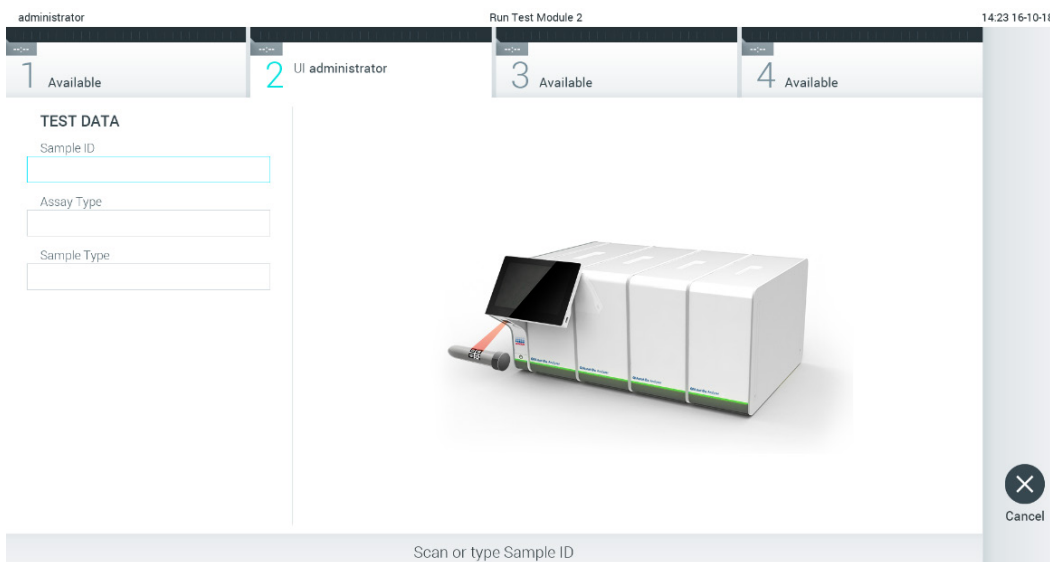

図 23. サンプル ID バーコードをスキャン。
2. 指示されたら、操作モジュールに内蔵のバーコードリーダーを使用してサンプル ID バーコードをスキャンします (図 23)。